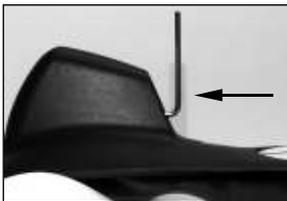

Abb. 2 Justierschraube 2,5mm
3. Sechskantschlüssel 2,5mm mit Kugelkopf schräg (Abb.2) in unteren Gewindestift einsetzen.
4. Beim Einschrauben des Gewindestiftes (Abb.2) wird der Laserstrahl nach rechts und beim Ausschrauben wird der Laserstrahl nach links verschoben.